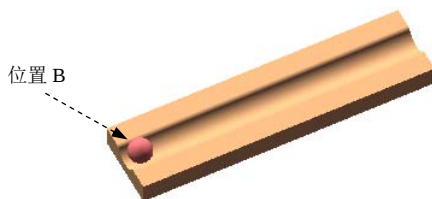

图 9.6.2 拖动“ball”零件
Step3. 在 **ball<1>** 节点对应的“5 秒”时间栏上单击，然后将“ball”零件拖动到图 9.6.2 所示的位置 B。